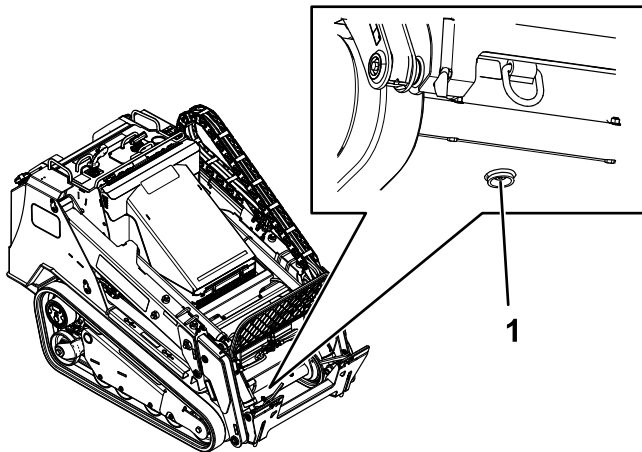

Figure 83
6. Placer un grand bac de vidange (d'au moins 57 litres [15 gallons US] de capacité) sous le bouchon de vidange à l'avant de la machine (Figure 83).
7. Retirez le bouchon de vidange pour permettre à l'huile de s'écouler dans le bac de vidange (Figure 83).